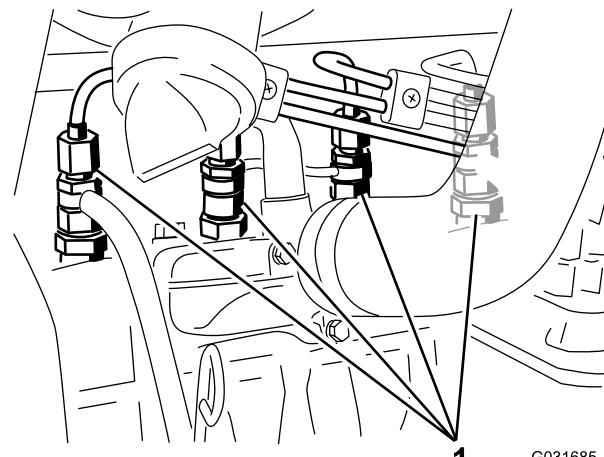

Figure 45
1. Desserrez le raccord entre l'injecteur n° 1 et le porte-injecteurs (Figure 45).